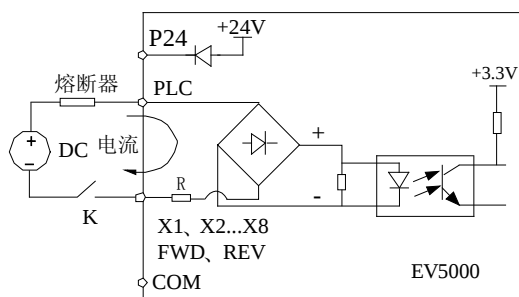

图4-22 使用外部电源的连线方式
- 2) 使用外部电源（要求电源必须满足 UL CLASS 2 标准，并需要在电源与接口加 4A 的熔断器），接线方式如图 4-22（注意去除 PLC 与 P24 端子间的连接线）。